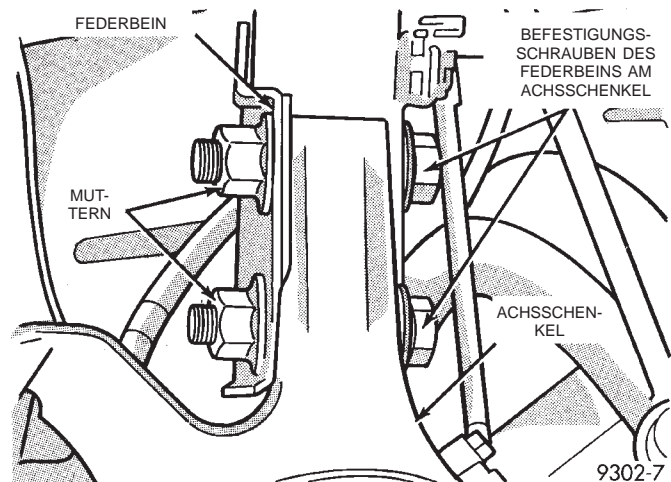

Abb. 16 Befestigungsschrauben des Federbeins am Achsschenkel
(7) Die Schrauben einbauen, mit denen das Federbein und der Achsschenkel verbunden werden (Abb. 16). Die Muttern auf die Schrauben aufschrauben. Die Befestigungsmuttern mit einem Anzugsmoment von 169 N·m (125 ft. lbs.) festziehen. **DIE MUTTERN AUF DIE SCHRAUBEN DREHEN, NICHT DIE SCHRAUBEN DREHEN.**